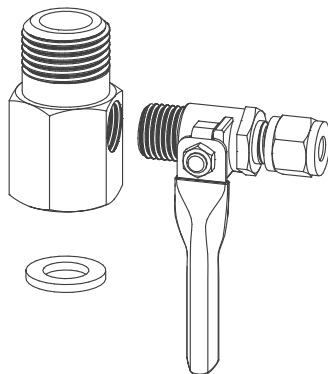

Рис. 2
3. Собрать узел подачи воды, для этого соединить кран подачи воды с тройником. Использовать ФУМ -ленту. Рис.2